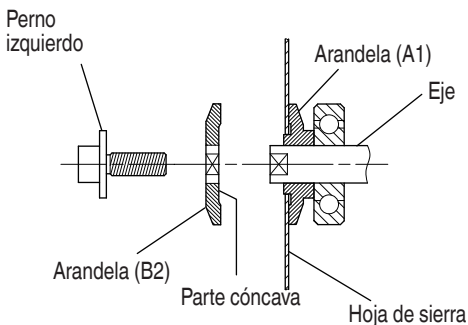

Fig. 5
2. Montaje de la hoja de sierra (Fig. 5)
- (1) Limpie perfectamente el serrín, etc., que se haya acumulado en el eje, los pernos, y las arandelas.
- (2) Aplique aceite de calidad para máquinas a las superficies de las arandelas (B2) y (A1) que entran en contacto con la cuchilla.
- (3) Como se muestra en la Fig. 5, un lado de la hoja de sierra debe acoplarse al centro saliente de la arandela (A1) que coincide con el diámetro interno de la hoja de sierra, y el otro lado al lado cóncavo de la arandela (B2).
- (4) Para asegurarse de que la hoja de sierra gira en la dirección correcta, asegúrese de que la flecha de la hoja de sierra apunta en la misma dirección que indica la flecha de la cubierta de sierra.
- (5) Apriete con los dedos el perno izquierdo para fijar la hoja de sierra lo máximo posible. A continuación presione el botón de bloqueo, bloquee el husillo y apriete al máximo el perno izquierdo con la llave de cubo.